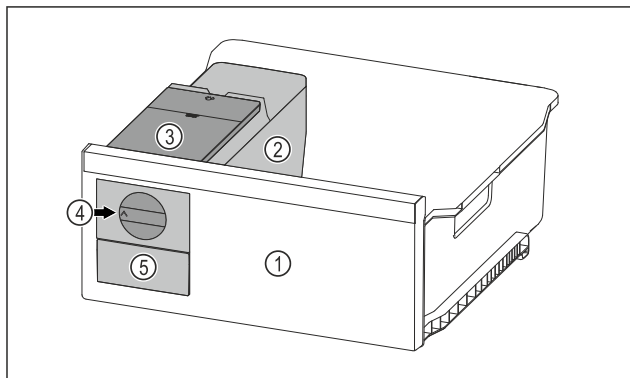

Fig. 150 Eksempelfremstilling
- ▶ Vri dreieknotten Fig. 150 (4) med klokken til den stopper.
- ▶ Isbitene faller fra isbitbrettet og ned i isbitskuffen Fig. 150 (5).